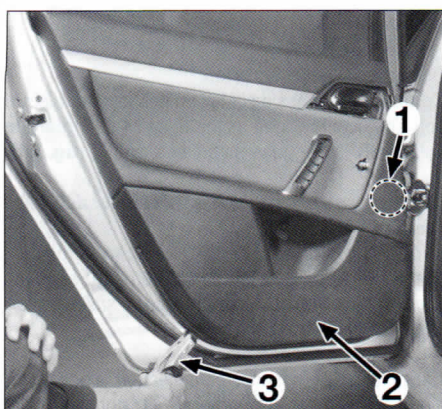

FIG. 32
Desengrapar el tweeter (1) (si monta) (**fig. 32**).